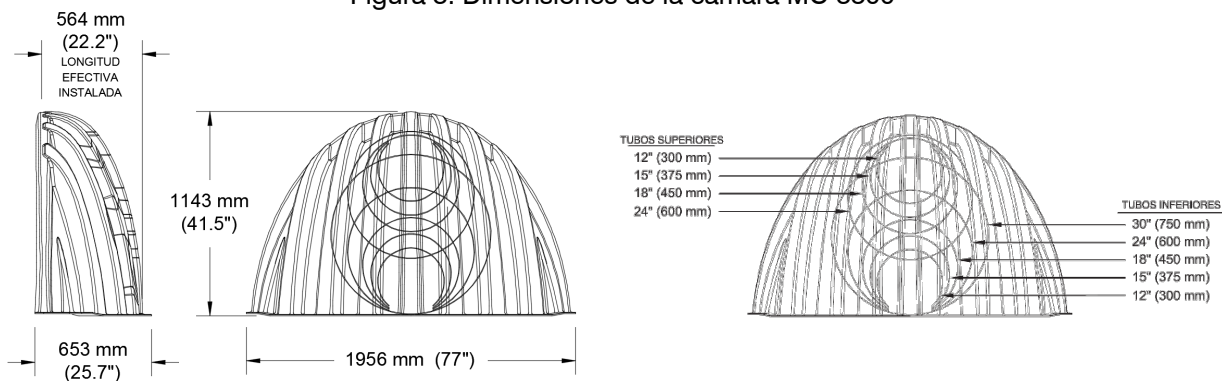

Figura 4. Dimensiones de la tapa MC-3500 y guías de corte para insertar tubos de entrada o salida
- Las tapas tienen guías de corte para conectar en campo tubos de descarga de 300 a 750 mm (12 a 30 pulg) de diámetro y guías de corte para tubos de 300 a 600 mm (12 a 24 pulg) para verter agua al interior de las cámaras instaladas. Las guías de corte se muestran en la Figura 4. Las tapas perforadas de fábrica incluyen una placa soldada en la parte superior del corte.